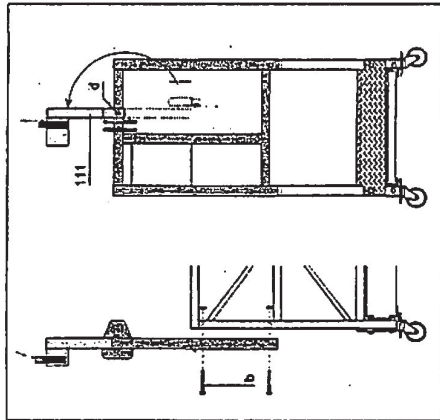

Fig. 1.8
- Fijar las dos liras (104) en los extremos de la plataforma con el casquillo de entrada del cable orientado hacia el interior de la plataforma (Fig. 1.8)
- Fijar correctamente los soportes del final de carrera (111) a las liras extremas. Algunas veces, para facilitar el transporte, estos soportes se entregan montados al revés.
- Fijar los anticollidas (109) en las liras extremas. Rodillo de detección orientado hacia el interior de la plataforma.
- En caso de que no estén montados en origen, fijar los detectores (110) en los soportes. Si es necesario, alinear la palanca de detección de su posición de transporte y colocarla en posición de trabajo (Fig. 1.8).